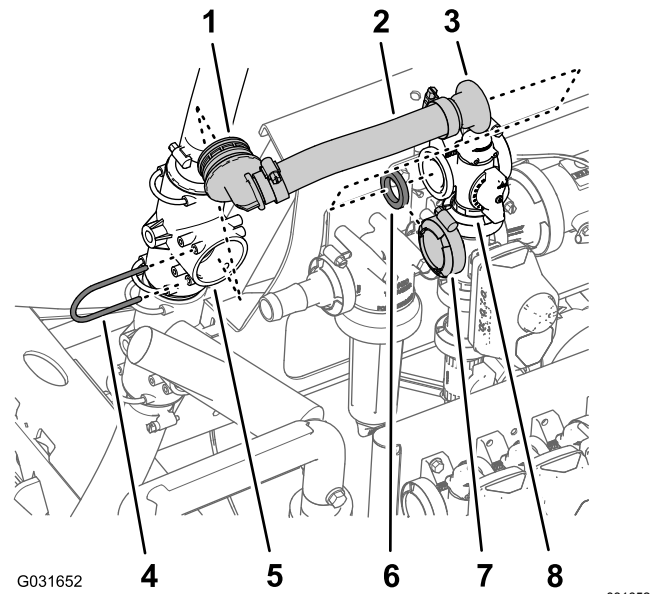

图 217
1. 卸下将旁通软管 90 度宝塔接头固定至上 T 形接头的卡环并从 T 形接头上拆下 90 度接头 图 217。
2. 拆下将直通法兰接头和垫片固定到搅拌阀法兰的法兰夹具并从机器上取下旁通软管 图 217。